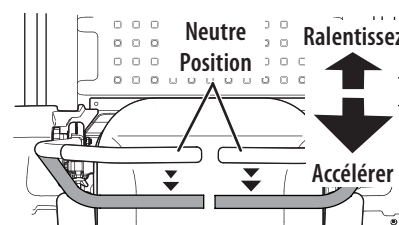

Figure 29
1. Déplacez lentement et uniformément les deux leviers de contrôle vers l'arrière. La tondeuse commence à se déplacer en marche arrière (Figure 29).